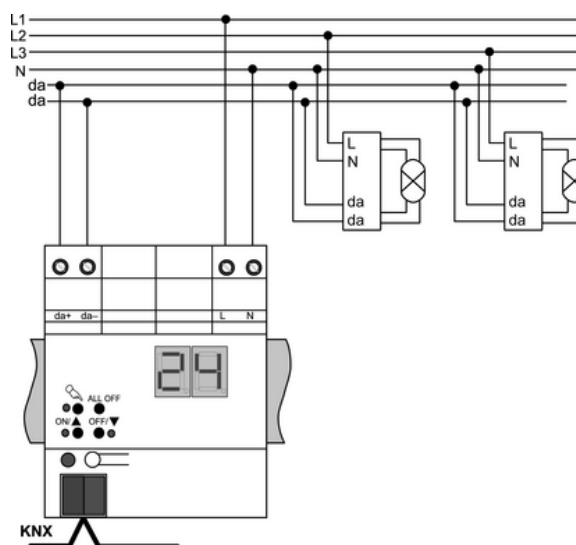

Figure 3
- Raccorder l'appareil selon l'exemple de raccordement (figure 3).